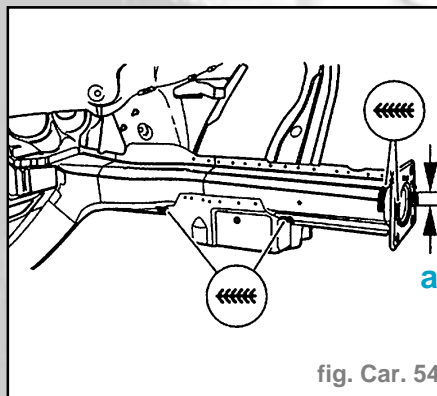

fig. Car. 54
- Souder le logement d'amortisseur de choc en cordon continu sous gaz de protection (fig. Car. 54).